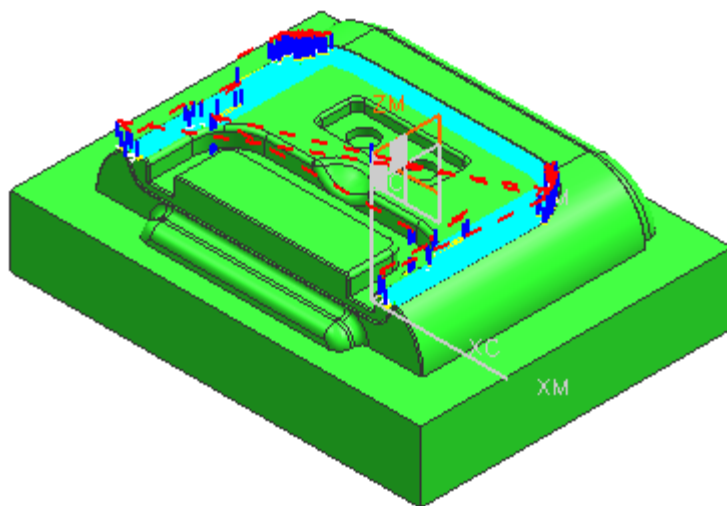

图 9-89
- 单击 , 生成如图 9-89 所示的刀轨, 单击 OK。